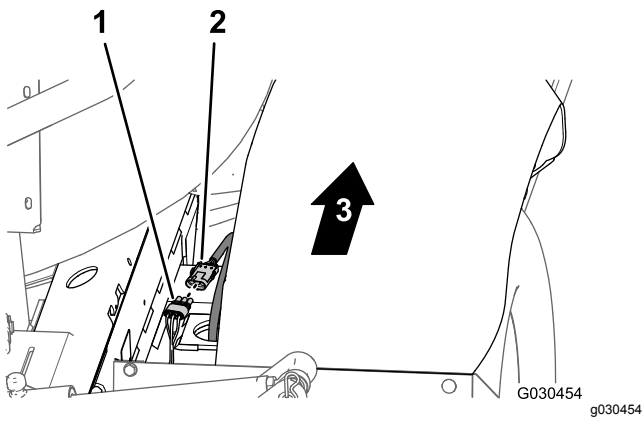

Bild 135
2. Schließen Sie hinten an der Maschine (zwischen dem rechten Rahmenrohr und dem rechten Kotflügel) den 3-Stift-Stecker des Geschwindigkeitssensorkabelbaums am rechten hydraulischen Antriebsmotor vom 3-Buchsen-Stecker (nicht beschriftet) des hinteren Hauptkabelbaums an (Bild 135).